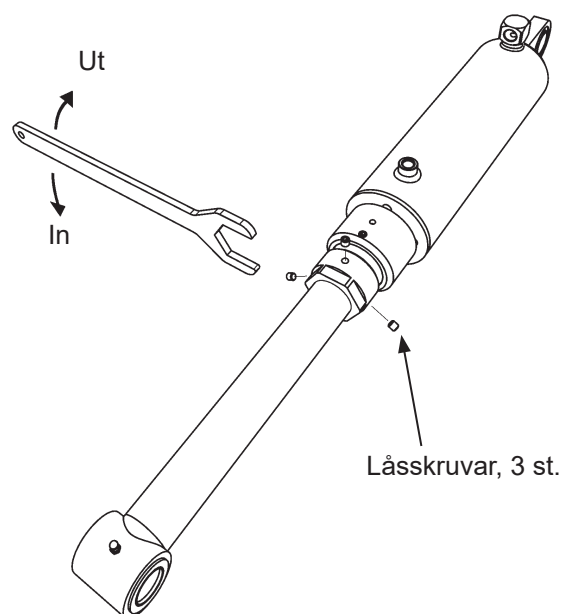

Bild 43. Justering av tiltvinkel
3. Lossa de tre låsskruvarna på cylindern som sitter monterad i lyftbryggan. Se Bild 43.